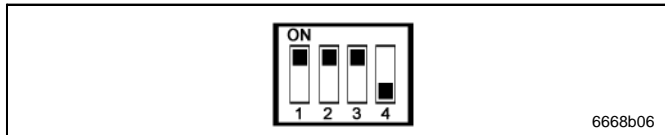

Fig. 26 Interruptor DIP: - modo de ajuste -
- ➔ Ajuste los interruptores DIP (véase fig. 2, página 6) según mostrado en fig. 26: